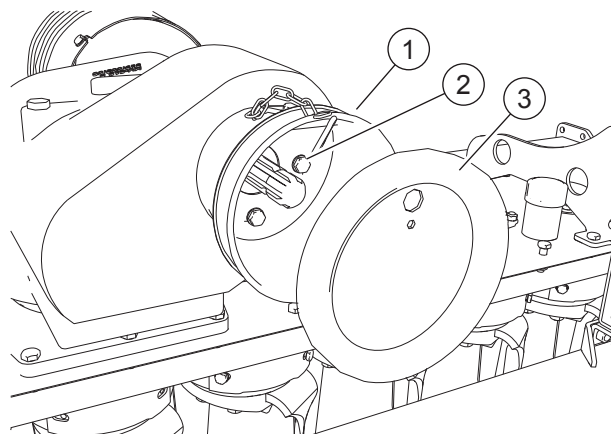

FIG. 13
- Posizionare la protezione (1, "Fig. 13"). Avvitare le viti (2). Installare il coperchio (3).